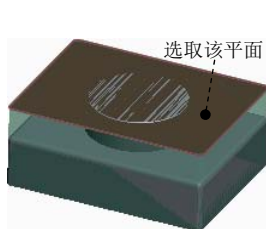
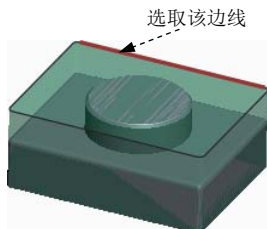

图 3.11.9 选取放置平面
图 3.11.10 选取链
(1) 在“粗加工”操控板中单击 **参考** 按钮，在弹出的“参考”设置界面中单击 **加工参考** 文本框。单击“粗加工”操控板中的“几何”按钮 ，在弹出的下拉菜单中选择“铣削窗口”命令 ，系统弹出“铣削窗口”操控板。
(2) 系统提示  **定义窗口平面。**下，选取图 3.11.9 所示的模型表面为窗口平面。
(3) 在“铣削窗口”操控板中单击“链窗口类型”按钮 ，然后单击 **放置** 按钮，在弹出的“放置”设置界面中激活 **链** 文本框，单击按钮，系统弹出“链”对话框。
(4) 在“链”对话框中选择 ☒ **基于规则** 单选项，其余采用默认参数，然后选取图 3.11.10 所示的边线，单击 **确定** 按钮，返回到“铣削窗口”操控板。
(5) 在“铣削窗口”操控板中单击“确定”按钮 ，完成铣削窗口的创建。